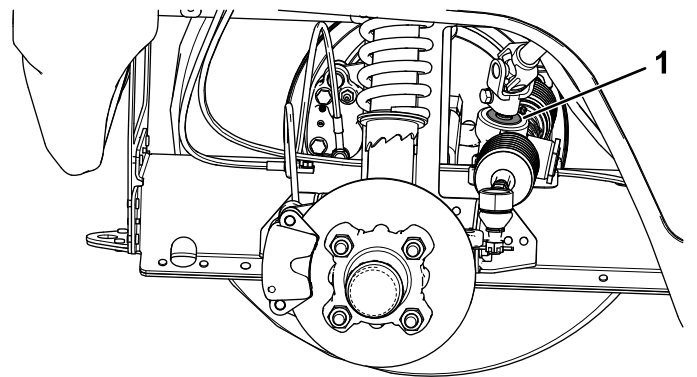

Figura 43
**Importante:** Inspeccione la condición y la integridad del retén del eje del piñón (Figura 43).